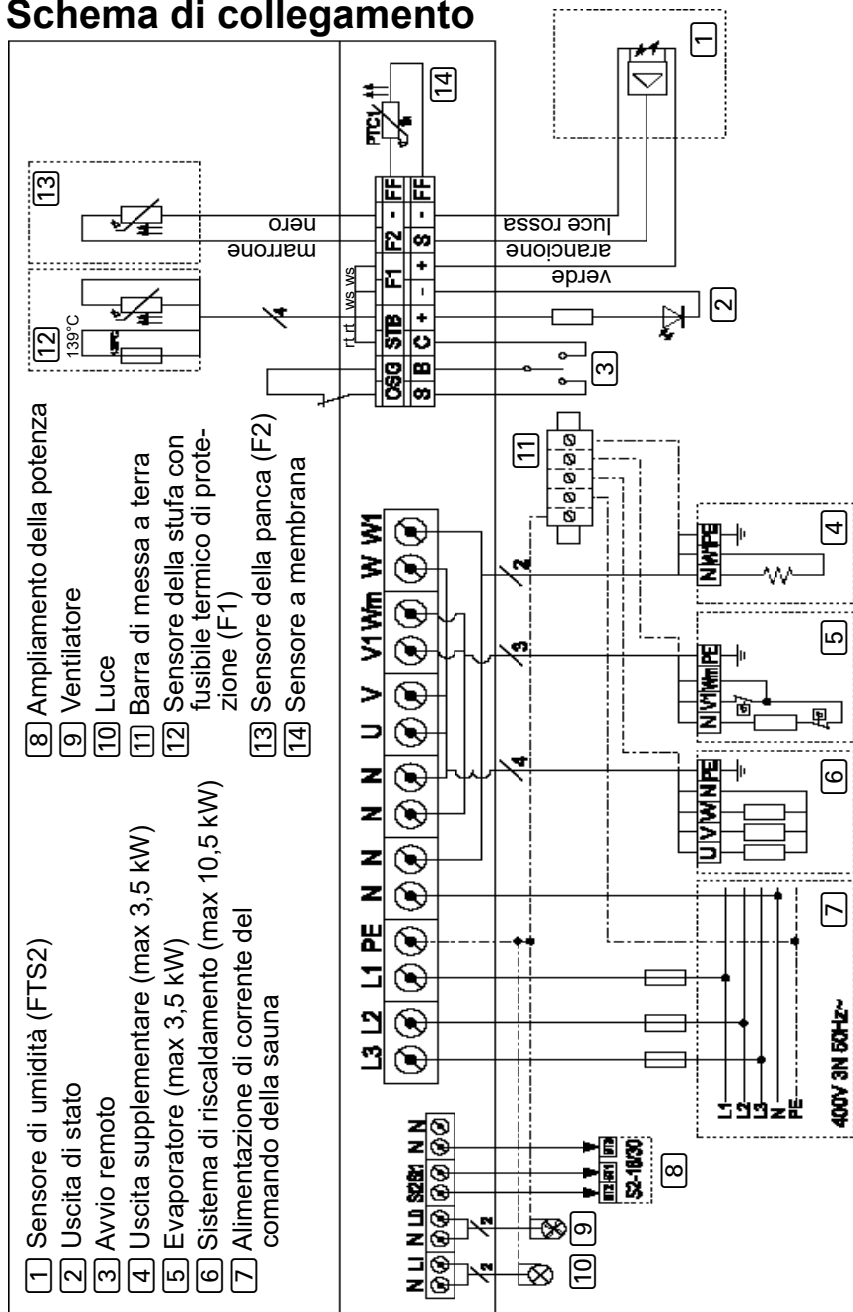

Fig. 4 Schema di collegamento
- Osservare lo schema di collegamento (**Fig. 4**) a pagina **26**.